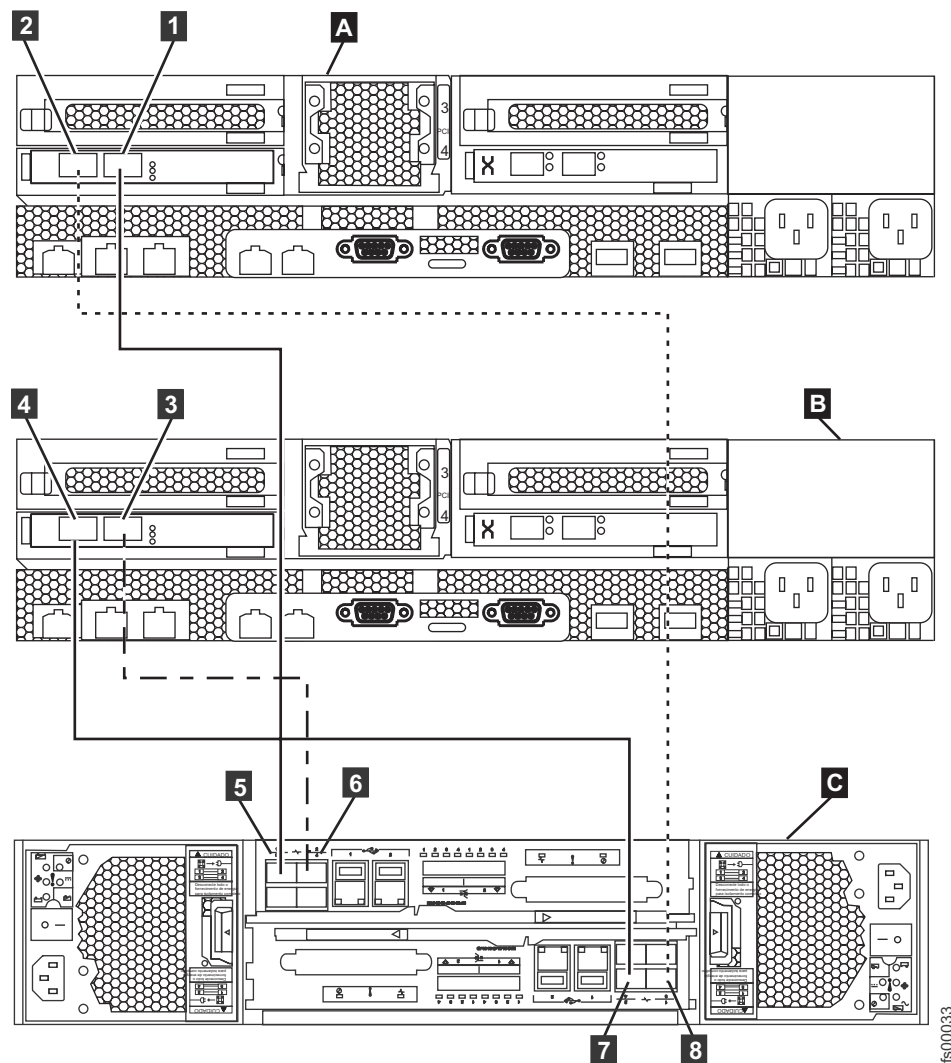

Figura 40. Diagrama Mostrando como Conectar módulos de arquivo ao Gabinete de Controle Usando Cabos Fibre Channel. Consulte a tabela anterior.
- Antes de continuar, certifique-se de ter conectado o cabeamento de Fibre Channel, conforme mostrado na Figura 40 na página 55 para assegurar redundância adequada. Um cabeamento incorreto pode resultar em perda de serviço durante os procedimentos de manutenção do sistema.